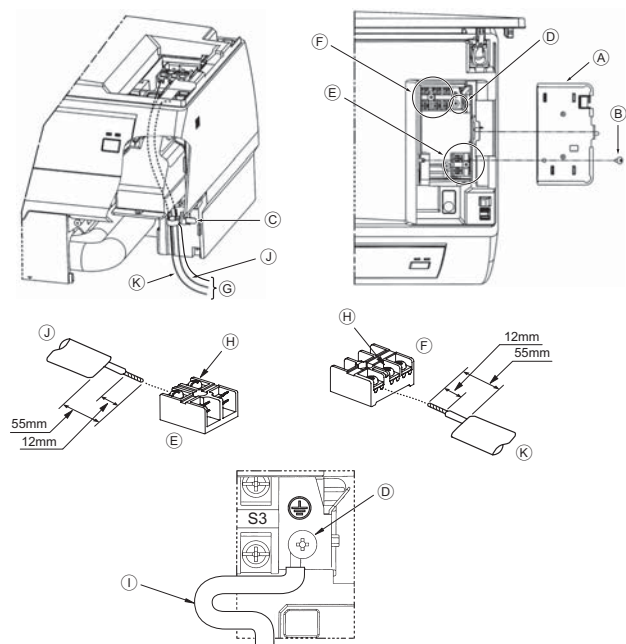

Рис. 6-1
■ PKA-RP60, 71, 100KAL (Рис. 6-1)